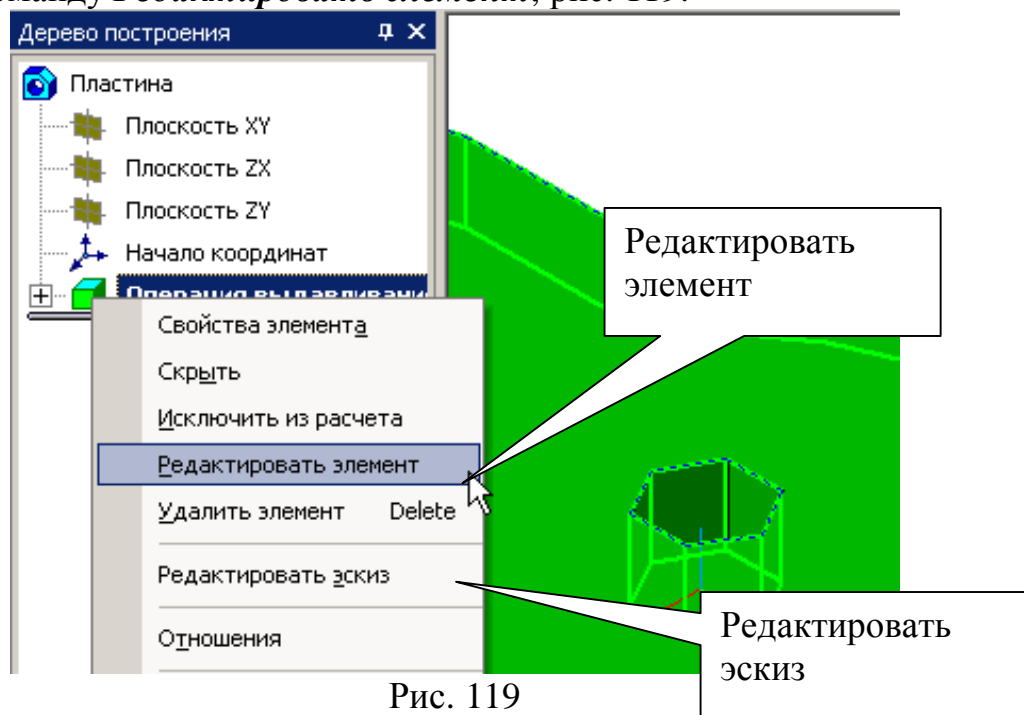

Рис. 119
2. Увеличьте толщину пластины до 30 мм, отредактировав операцию **Выдавливания**. Для этого в Дереве построения щелкните левой кнопкой мыши на «**Операция выдавливания**», затем правой кнопкой и из контекстного меню выберите команду **Редактировать элемент**, рис. 119.
предварительно сделав эскиз отверстия на грани (плоскости) пластины, а можно выполнить отверстие, отредактировав первоначальный эскиз. В данном примере отредактируйте **Эскиз**. В Дереве построения выделите «Операция выдавливания», затем из контекстного меню выберите команду **Редактировать эскиз**, рис. 119.